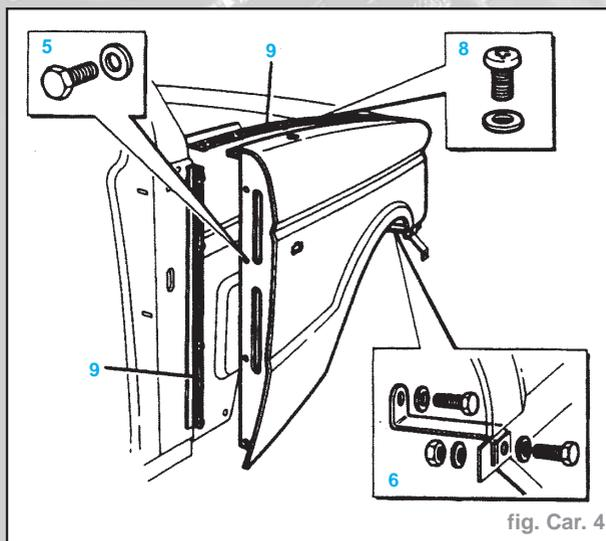

fig. Car. 4
- Déposer les quatre vis de fixation de l'aile au montant A (5) (Fig. Car. 4).